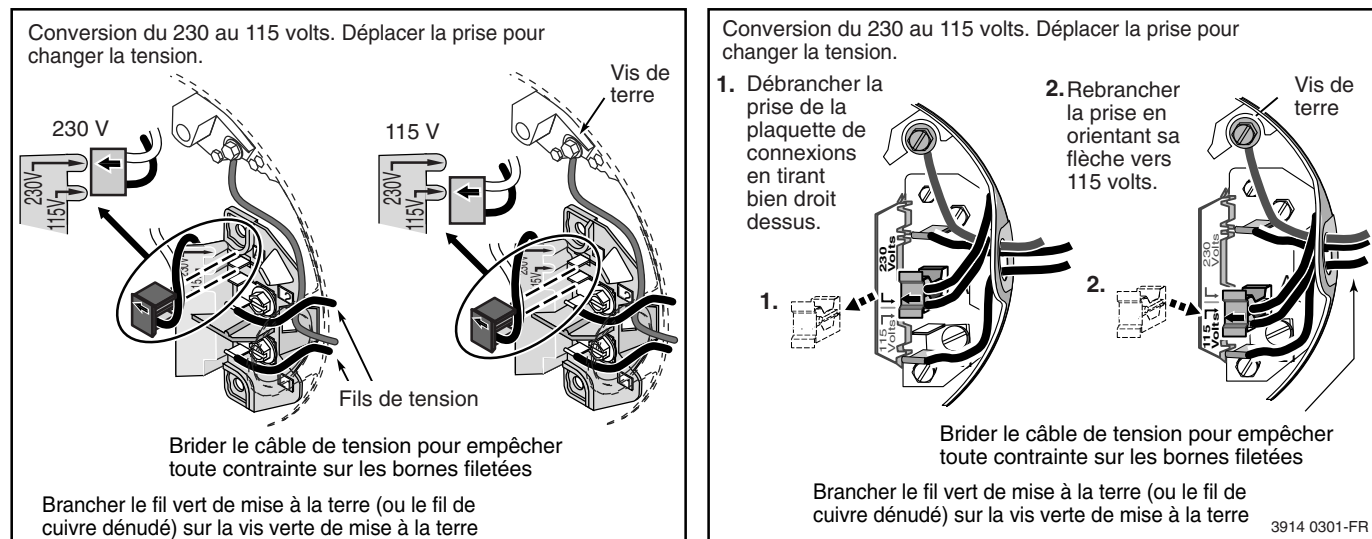

Figure 3 - Schéma de câblage des moteurs monophasés bitension 115/230 volts
- 7 ° Brancher les conducteurs transporteurs de courant sur les bornes L1 et L2 qui se trouvent sous le carter du moteur. Lorsque l'on remplace le moteur, comparer le schéma de câblage de la plaque signalétique par rapport à la Figure 3. Si le schéma de câblage du moteur ne correspond pas au schéma de la Figure 3, suivre le schéma de câblage du moteur.
- IMPORTANT :** Les modèles monophasés fonctionnant sur le 115/230 volts sont expédiés de l'usine câblés pour fonctionner sur le 230 volts. Si le courant d'alimentation est de 115 volts, déposer le carter du moteur et rebrancher le moteur comme il est illustré à la Figure 3. Ne pas essayer de faire fonctionner un moteur comme il est reçu sur le courant de 115 volts.